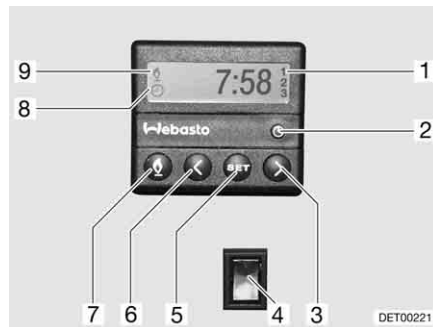

Fig. 199 Centralina di controllo per riscaldamento fisso
Accensione manuale: ■ Premere il tasto (Fig. 199,7). Il funzionamento del riscaldamento viene indicato con il simbolo (Fig. 199,9). La ventola viene inserita solo quando la temperatura dell'acqua di raffreddamento è pari a 30 °C.
Spegnimento manuale: ■ Premere il tasto (Fig. 199,7). Il simbolo (Fig. 199,9) si spegne.
Inserimento del riscaldamento del motore: ■ Premere l'interruttore (Fig. 199,4) in basso. Il motore viene preriscaldato. La ventola viene inserita immediatamente.
Disinserimento del riscaldamento del motore: ■ Premere l'interruttore (Fig. 199,4) in alto. Il motore rimane freddo.
Impostazione dell'ora: ■ Premere il tasto (Fig. 199,2). L'impostazione dell'ora viene indicata con il simbolo (Fig. 199,8).
■ Impostare l'ora con i tasti (Fig. 199,3 e 6).
Programmazione dell'inizio del riscaldamento: ■ Premere il tasto (Fig. 199,5).
■ Impostare l'orario di accensione con i tasti (Fig. 199,3 e 6) entro 10 secondi.
Selezione orario di accensione programmato: ■ Premere il tasto (Fig. 199,5) fino a che nel display (Fig. 199,1) non appare il numero di programmazione desiderato.